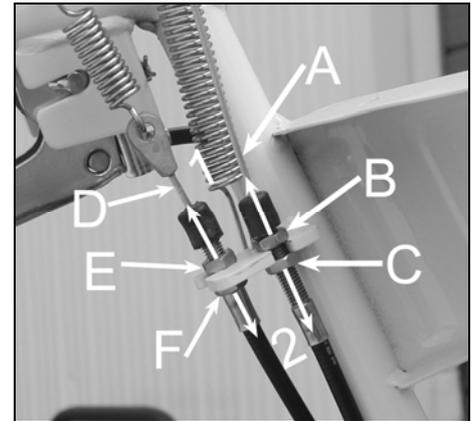

Abb. 23
Kupplungsbowdenzug (A, Abb. 23)
Bremskabel (D, Abb. 23)
2. Lösen Sie die Sicherungsmutter an dem Bremskabel (E, Abb. 23)